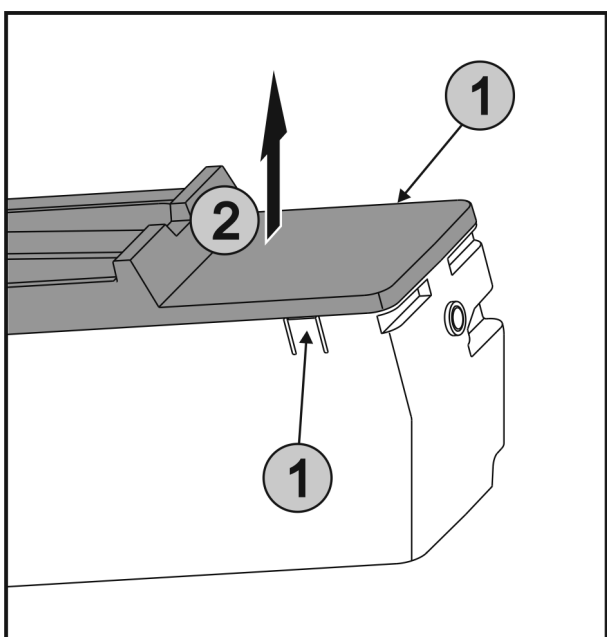

Fig. 57
- ▶ Tryck samtidigt på flikarna Fig. 57 (1) på båda sidorna av EasyTwist-Ice och ta ut täcklocket Fig. 57 (2) uppåt.